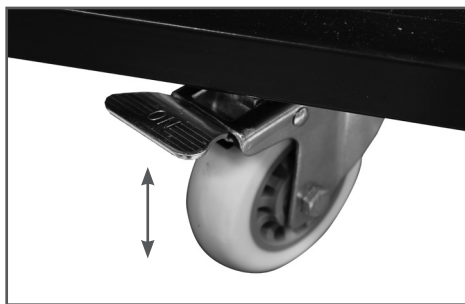

Рис. 13 Тормозной механизм
*Для обеспечения неподвижности генератора во время работы, на поворотных колесах установлен тормозной механизм Рис. 13.*